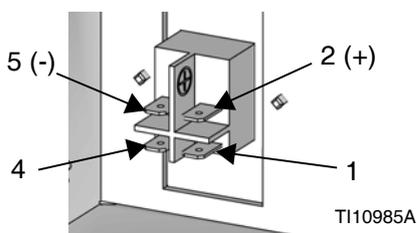
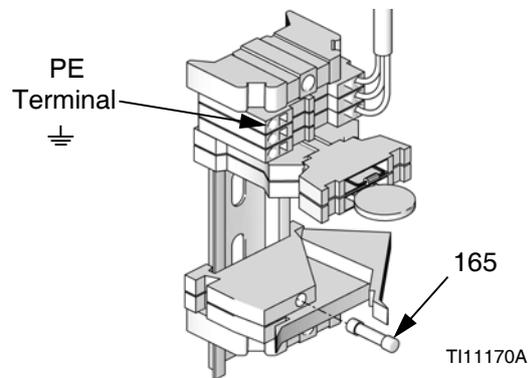

FIG. 37
FIG. 38
2. Monte el módulo de 24 VCC (154) en la ménsula de montaje (151).
3. Instale el interruptor de alimentación (159) en la ménsula de montaje (151).
4. Coloque desconexiones rápidas en el cable del módulo de 24 VCC (154) a los terminales del interruptor de alimentación (157).
5. Instale el cable de salida de la fuente de alimentación en el cable de la CAN (163).
6. Conecte una fuente de alimentación de 24 V Clase 2 en los terminales del interruptor de alimentación: +24 VCC al terminal 2 (+) y 24 VCC de retorno al terminal 5 (-). Vea la FIG. 37. Conecte el conductor de protección de la conexión (PE) en el terminal marcado  $\perp$ . Vea la FIG. 38. La fuente de alimentación de 24 VCC debe ser capaz de suministrar 1,0 A como mínimo y debe tener protección de corriente de alimentación con no más de 2,5 A nominales.
7. Instale la placa de la cubierta 160, tornillos (156) y arandelas (164).